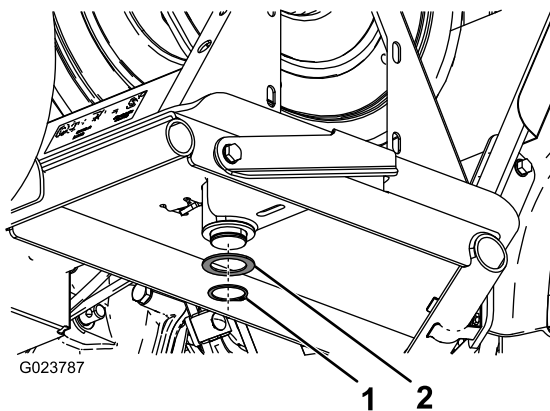

Figure 10
4. Sur la face inférieure du cadre du dévidoir, fixez la rondelle de butée et le circlip au plot sur la plaque pivotante (Figure 10).